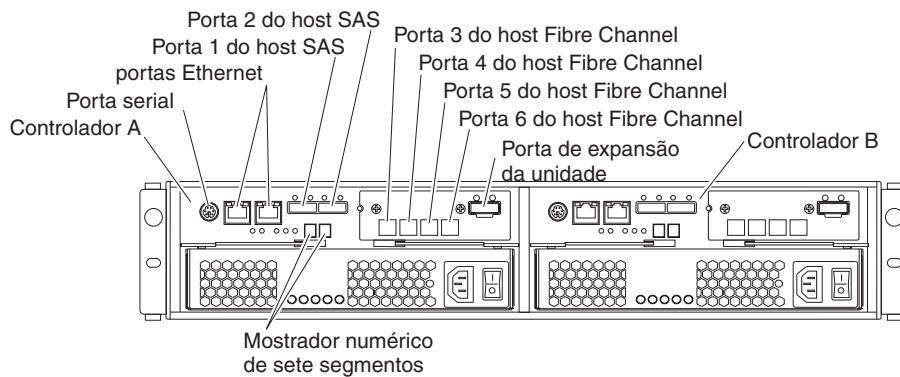

Figura 3-40. Local dos Conectores de Host em Controladores de Armazenamento
2. Conecte os cabos Fibre Channel aos módulos SFP nas portas do host do controlador e aos módulos SFP no comutador Fibre Channel ou conector de interface ótica nos adaptadores de barramento de host. Figura 3-40 na página 3-36 mostra o local nos controladores das portas do subsistema de armazenamento onde os cabos do sistema host são conectados.